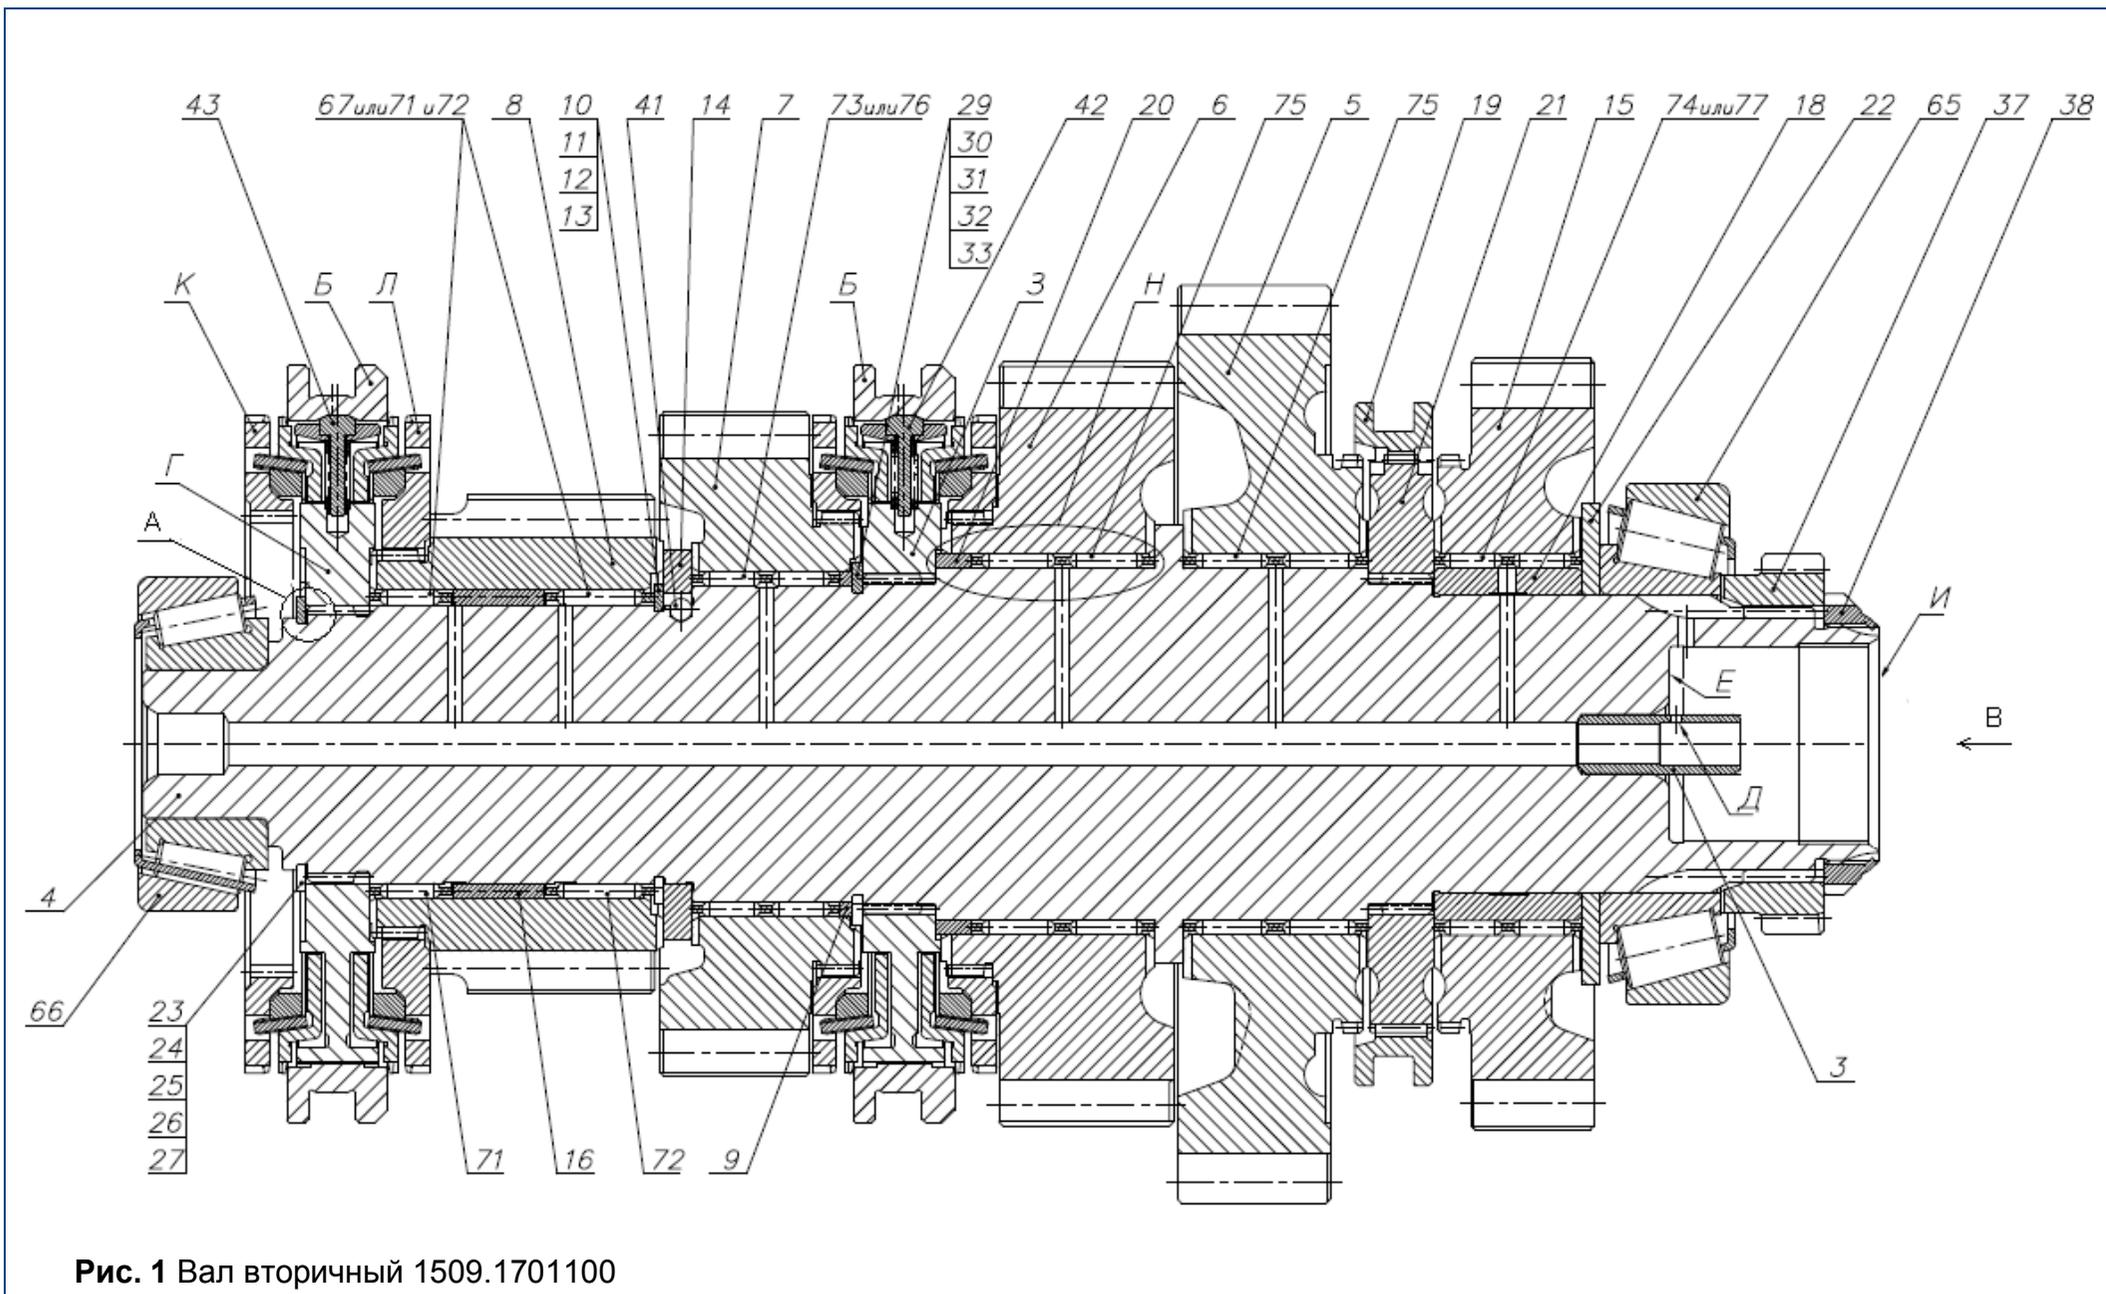

Рис. 1 Вал вторичный 1509.1701100
1. При перемещении детали Б (рис. 1) по всей длине зубчатого венца деталей Г и З заедание не допускается.
11. Деталь поз. 38 затянуть с Мкр от 215,2 (22) до 245,2 (25) Н·м (кгс·м). Технические требования к затяжке по ОСТ 37.001.031-72. После затяжки кернить в двух местах до упора в пазы дет. поз. 4, как показано на виде В.